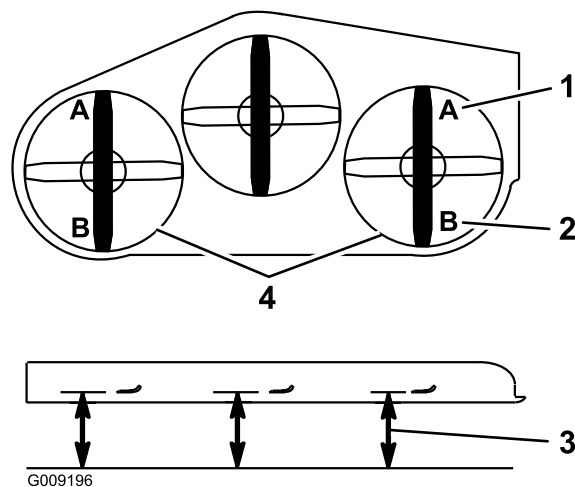

Figure 88
9. De chaque côté du tablier de coupe, mesurez la distance entre la surface plane et la pointe avant de la lame (position A); voir Figure 88.
15. De chaque côté du tablier de coupe, mesurez la distance entre la surface plane et la pointe arrière de la lame (position B). La distance obtenue doit être de 8,3 cm (3,25 po); voir Figure 88.